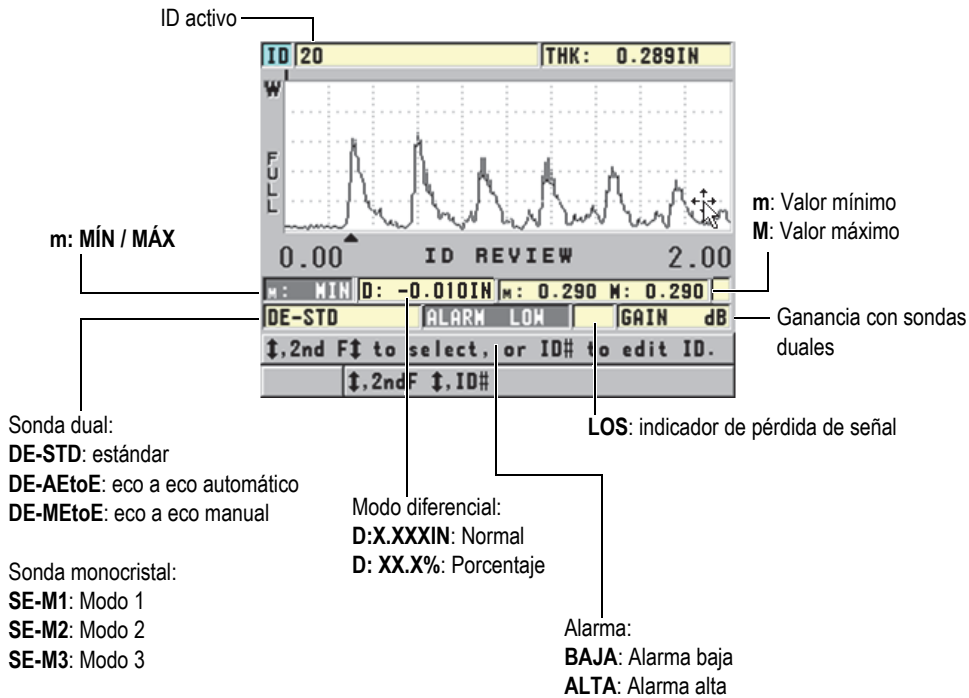

Figura 6-36 Pantalla de revisión de números de identificación (ID)
La Figura 6-36 en la página 134 muestra un ejemplo de la pantalla de revisión de ID y describe su contenido. El área debajo del A-scan está reservada para los indicadores de estado que describen los valores de espesor almacenados que aparecen en la pantalla. Los indicadores emplean las mismas abreviaciones que son utilizadas por el medidor para activar los comandos de funciones (consúltese la sección «Administración de la comunicación y transferencia de datos» en la página 209).
3. En la pantalla de revisión de los números de identificación (ID) [véase la Figura 6-36 en la página 134], efectúe las siguientes acciones:
- e) Pulse las teclas **[2nd F]** y **[FILE] (ID#)** para modificar el ID (véase la «Modificación de los números de identificación (ID)» en la página 135).
6.7.6.2 Modificación de los números de identificación (ID)